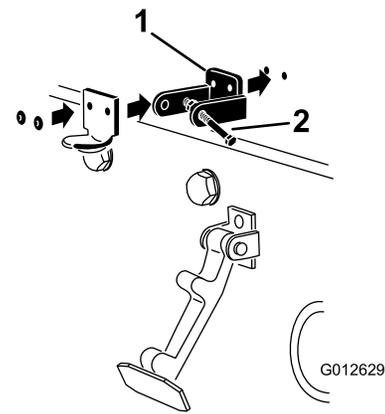

Figure 9
4. Alignez les trous de montage et positionnez le support de loquet CE et le support de loquet du capot sur le capot (Figure 9).
6. Rivetez les supports et les rondelles sur le capot (Figure 9).